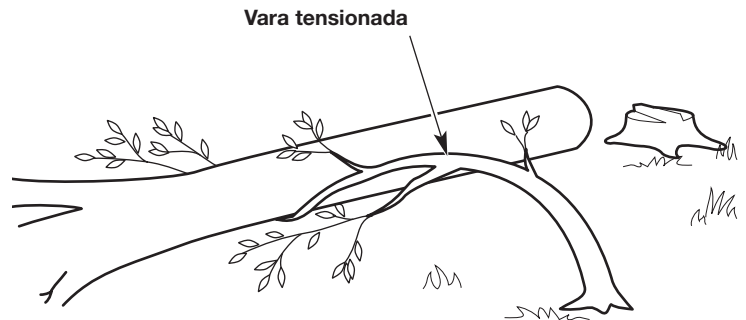

Fig. 17
**ADVERTENCIA:** Al operar la unidad manténgase alejado de las varas tensadas. Las varas tensadas podrían ser ramas, troncos, raíces o vástagos que son doblados bajo tensión por otra madera (Fig. 17). Cuando la tensión de las varas se libera, éstas pueden moverse hacia el operador golpeando su cuerpo y provocándole graves lesiones. Tenga sumo cuidado al cortar las varas tensadas o liberar la causa de la tensión.